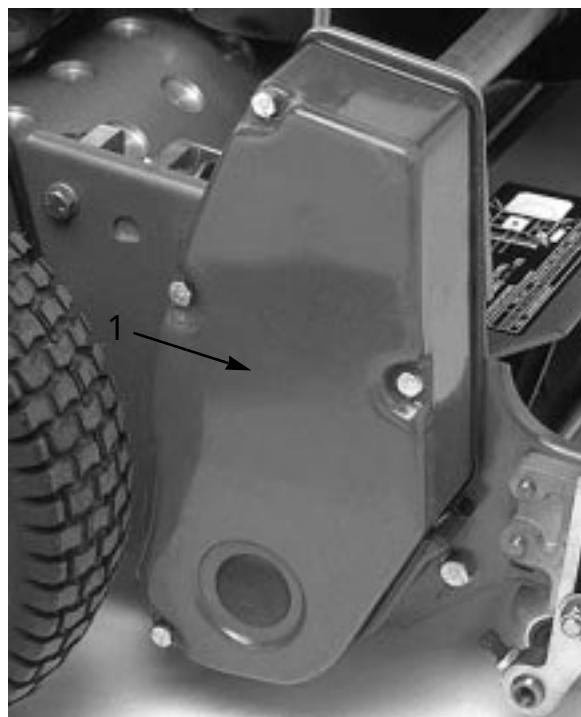

図34
1. ベルト・カバー固定ネジを取り、カバーを外して、ベルトを露出させる（図34）。